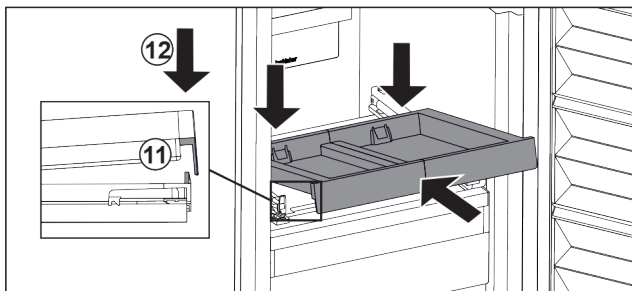

Fig. 45
- ▶ Šikmo zasuňte. Dbejte, aby byl na obou stranách doraz za západkou. Fig. 45 (11)
- ▶ Usadte vpředu vysouvací přihrádku. Fig. 45 (12)